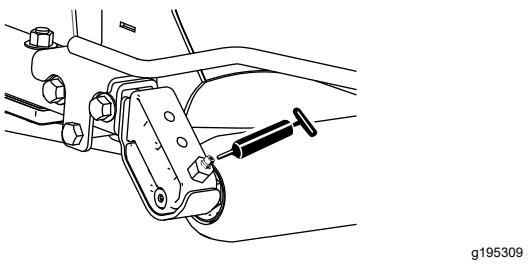

Рисунок 42
- Подшипники заднего валика (по 2 шт. на режущий блок) (Рисунок 42)